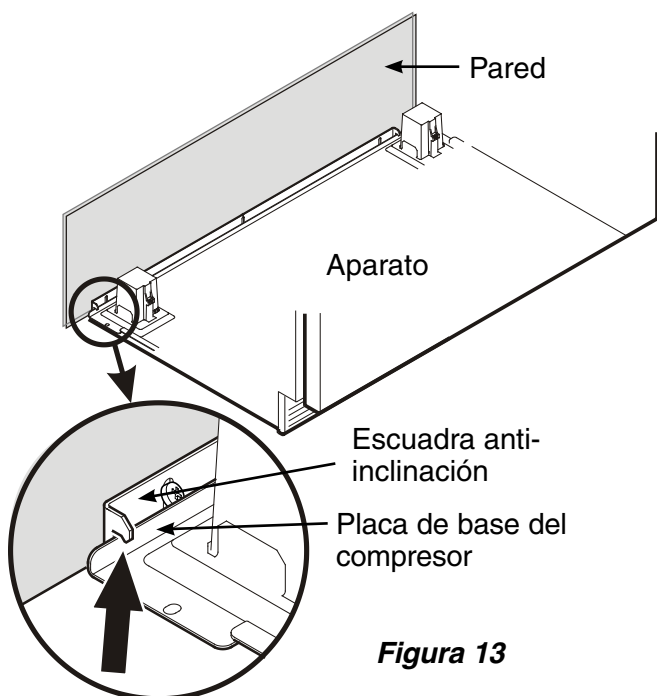

Figura 13
- Empuje el aparato lentamente hacia la pared trasera hasta que la placa de base del compresor haga contacto con la escuadra anti-inclinación (**Figura 13**).
Para evitar que el aparato se incline hacia adelante la placa de base del compresor debe estar en contacto con la escuadra anti-inclinación (**Figura 13**).